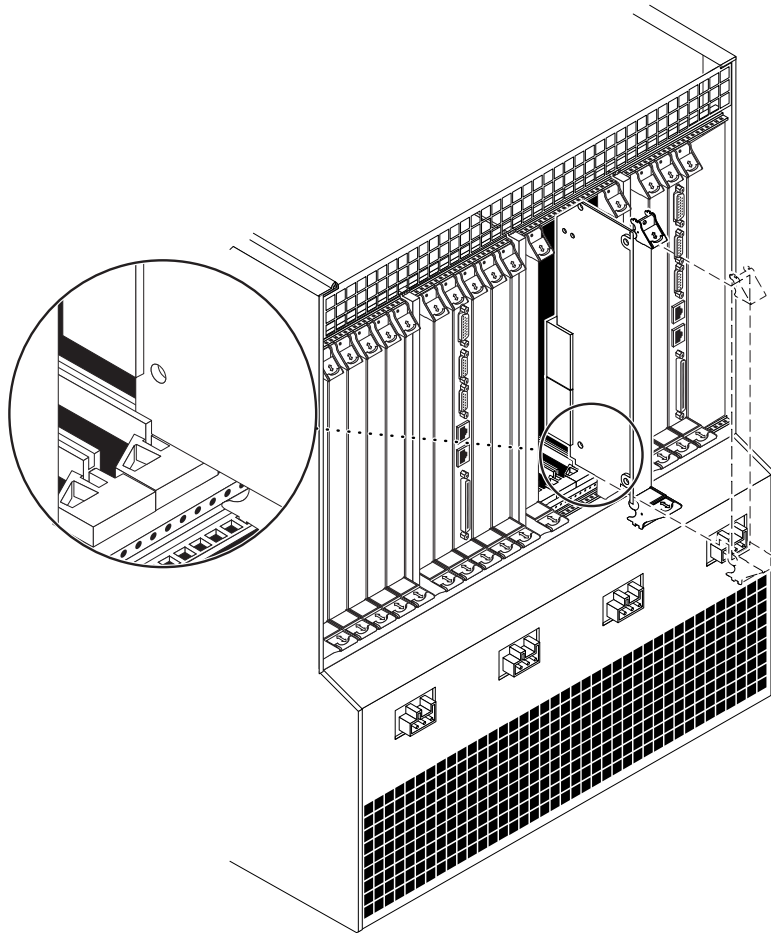

ABBILDUNG 4-10 Die Karte an den Aussparungen des Kartengehäuses ausrichten
5. Halten Sie die Karte senkrecht, und schieben Sie sie zwischen den beiden Führungen in den Steckplatz hinein (ABBILDUNG 4-10).